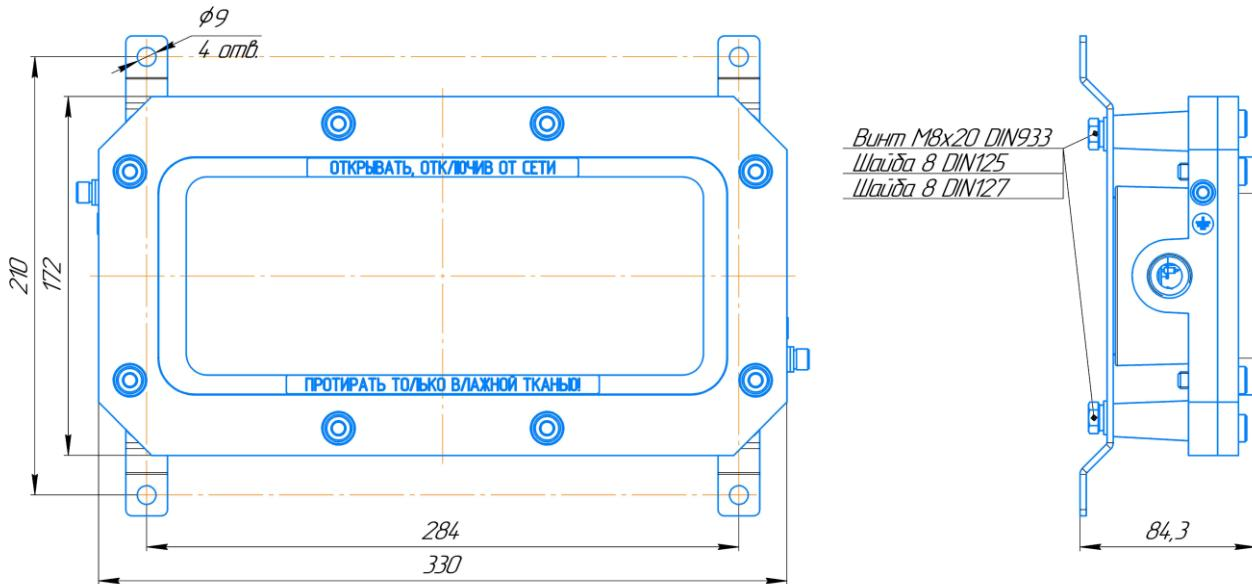

Рис. 1 – Оповещатель пожарный взрывозащищенный световой
- закрепить корпус оповещателя на кронштейн с помощью винтов M8x20 и шайб на определенное проектом место (см рис. 1 и 2);